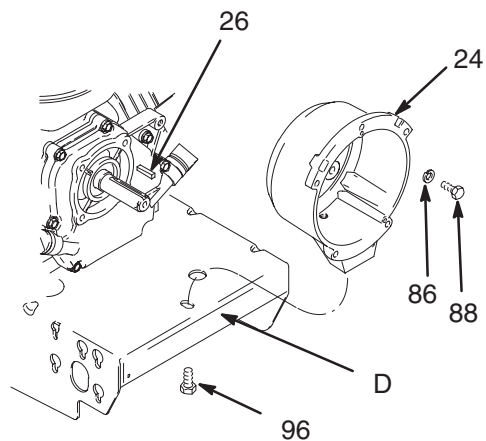

Fig. 13
1. Fig. 13. Retirer les quatre vis à tête (88) et leurs rondelles (86) qui maintiennent le carter d'embrayage (24) sur le moteur.
2. Enlever la vis (96) par le dessous de la plaque de support (D).
3. Retirer la clavette du moteur (26).
4. Extraire le carter d'embrayage (24).
1. Fig. 13. Enfiler le carter d'embrayage (24).
2. Mettre les quatre vis (88) et les rondelles (86) et fixer le carter d'embrayage (5) sur le moteur. Serrer à 22,6 N.m.
3. Introduire les vis à tête (96) par le dessous de la plaque de support (D). Serrer à 35,2 N.m.